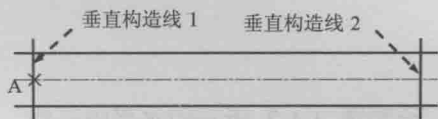
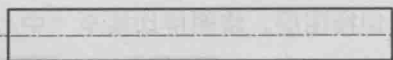

图 1.1.4 垂直构造线
图 1.1.5 修剪图形
Step3. 创建图 1.1.4 所示的垂直构造线。
(1) 创建图 1.1.4 所示的垂直构造线 1。选择下拉菜单 **绘图(D)** → **构造线(X)** 命令, 在命令行中输入字母 V 并按 Enter 键 (即选择“垂直”选项), 在图 1.1.4 所示的 A 点处单击, 按 Enter 键结束命令。
(2) 创建图 1.1.4 所示的垂直构造线 2。选择下拉菜单 **修改(M)** → **偏移(O)** 命令, 在命令行中输入偏移距离值 400 后按 Enter 键, 选取垂直构造线 1 为偏移对象, 在其右侧的空白区域单击, 以确定偏移方向, 按 Enter 键结束命令。
Step4. 修剪图形。选择下拉菜单 **修改(M)** → **修剪(T)** 命令, 选取图 1.1.4 所示的四条构造线后按 Enter 键, 单击要修剪的部分, 按 Enter 键结束命令。结果如图 1.1.5 所示。